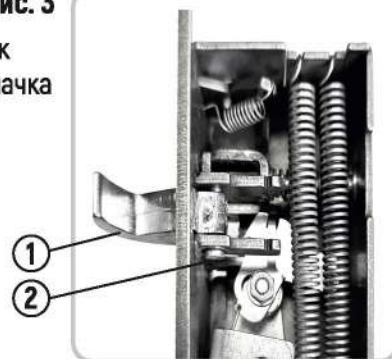

Рис. 4
- убедитесь, что фиксатор оси кулачка на крышке отогнут. Если нет, то отогните его (Рис.4).